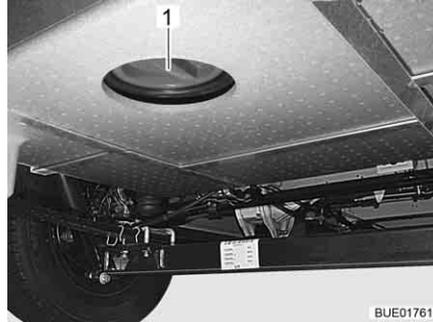

Fig. 256 Orificio de limpieza del depósito de aguas residuales
- Abrir el orificio de limpieza (Fig. 256,1) del depósito de aguas residuales y la llave de desagüe.